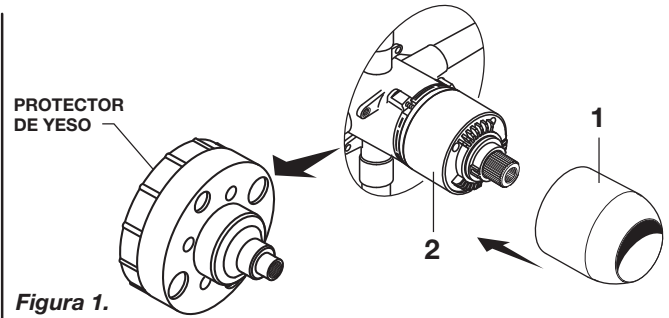

Figura 1.
- **Figura 1.** Retire el protector de yeso de la válvula. Empuje la TAPA (1) por encima del CARTUCHO DE LA VÁLVULA (2) hasta que esté apoyada contra el dispositivo de retención.